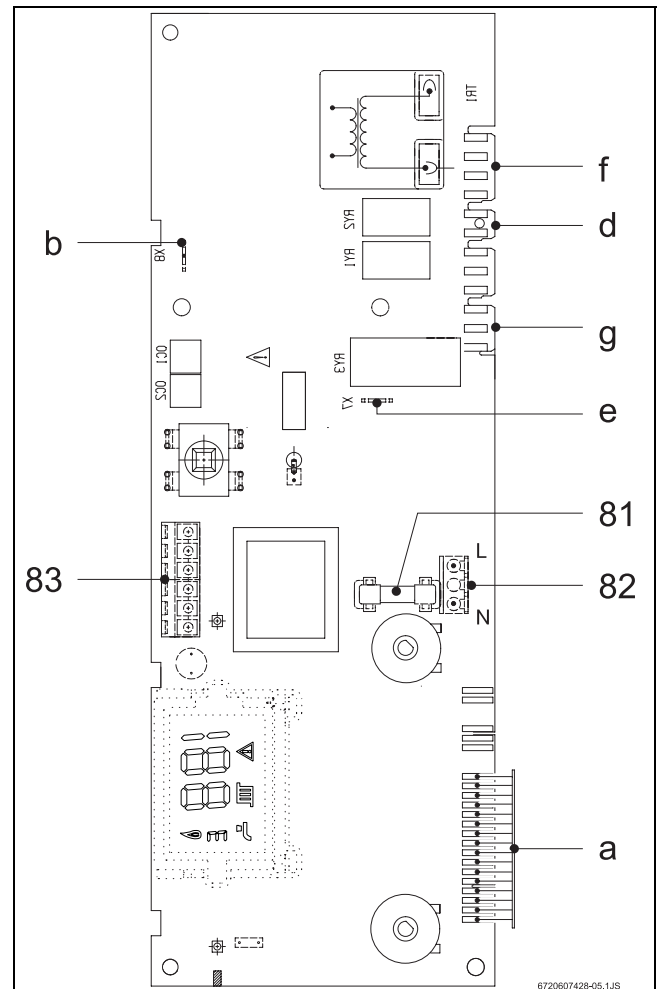

Рис. 13
- ▶ Від'єднати роз'єм 1-4 (Рис. 13, ел. 83).